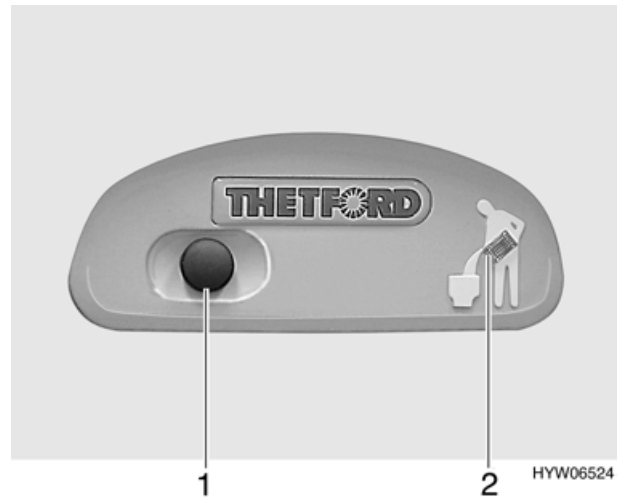

Bild 103 Spülknopf/Kontroll-Leuchte Thetford-Kassette
- Zum Spülen den blauen Spülknopf (Bild 103,1) drücken.
Die Kontroll-Leuchte (Bild 103,2) leuchtet, wenn die Thetford-Kassette entleert werden muss.